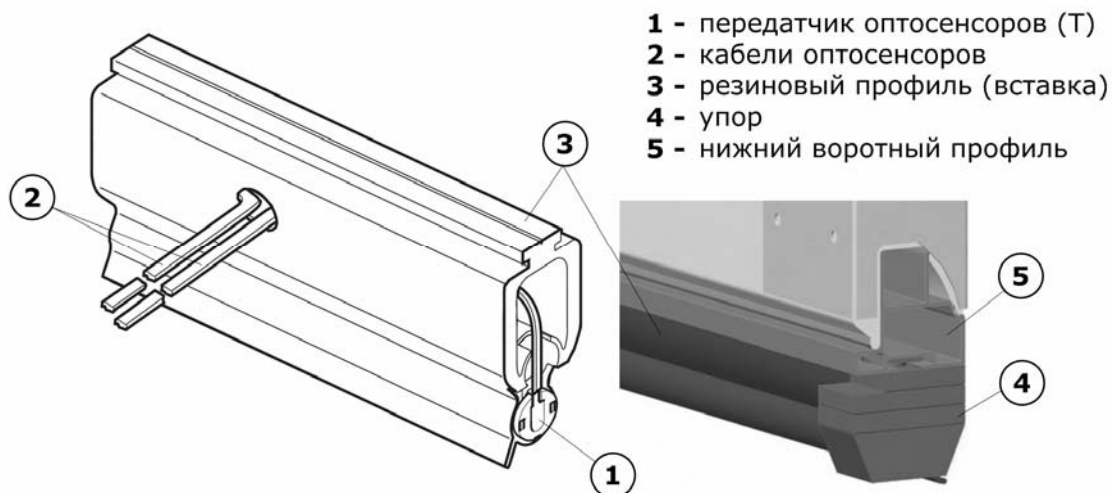

Рисунок 2 – “Чувствительная кромка безопасности”. Установка оптосенсоров
- Установите приемник и передатчик в резиновый профиль нижней кромки полотна ворот (Рисунок 2). Передатчик оптосенсоров должен располагаться на стороне установки коробки распределительной. По краям нижней кромки полотна ворот должны быть установлены защитные упоры. В комплекте имеются переходные резиновые втулки для установки оптосенсоров в резиновый профиль с посадочным отверстием диаметром 15мм, посадочный диаметр оптосенсоров 12мм.